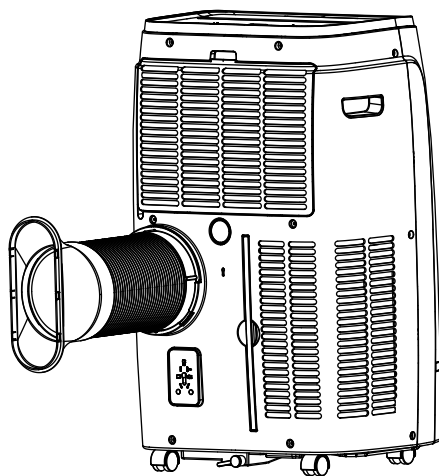

Fig. 1
1. Raccorder le raccord circulaire au tuyau flexible, allonger suffisamment le flexible pour atteindre l'extérieur (1,5 mt) et le fixer à la partie postérieure du climatiseur (Fig. 1)
1. Pour réaliser le trou dans le verre, il est conseillé de prendre également l'accessoire pour kit de hublots du vitrier (Fig. 1)
(Fig. 1)